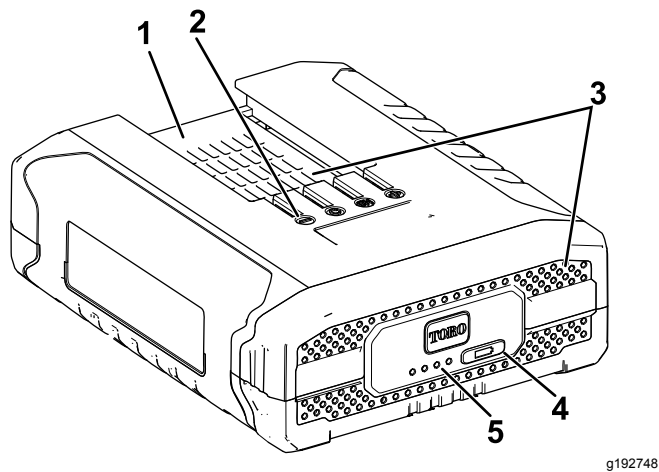

Figure 10
- 3. Alignez le creux de la batterie (Figure 10) sur la languette du chargeur.